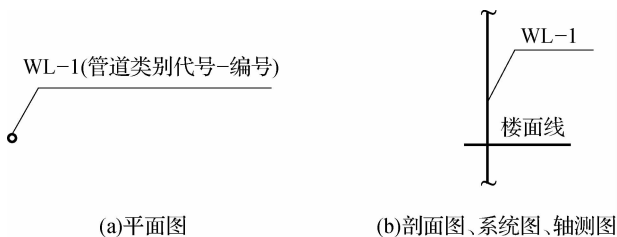

图 9-8 立管编号表示法
(2)建筑物穿越楼层的立管,其数量超过 1 根时,应进行编号,编号宜按图 9-8 所示的方法表示。